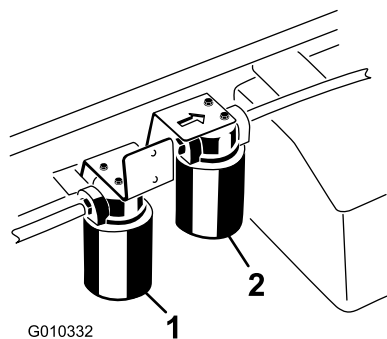

Figura 72
- Coloque un recipiente debajo del filtro y retire el filtro (Figura 72).
4. Limpie la zona de montaje del filtro hidráulico de alto caudal (Figura 72).